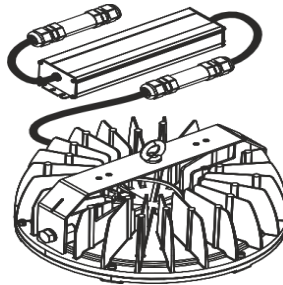

Рисунок 3. Монтаж светильника до +70 °С
4.3.1.1 В помещении с температурой эксплуатации до +70 °С драйвер расположен рядом со светильником. **НЕ РАЗМЕЩАЙТЕ** при эксплуатации драйвер (источник питания) непосредственно над и под светильником (см.рис.3)